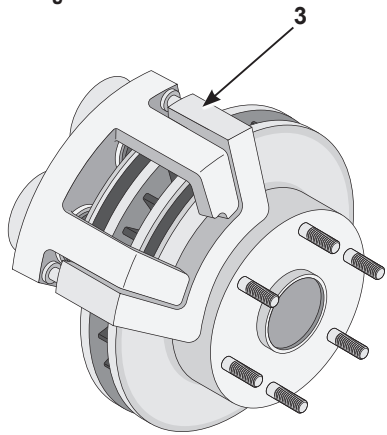

Figura 2
- Mire a través de los rayos de la rueda para localizar el caliper de freno (3). Consulte la Figura 2.